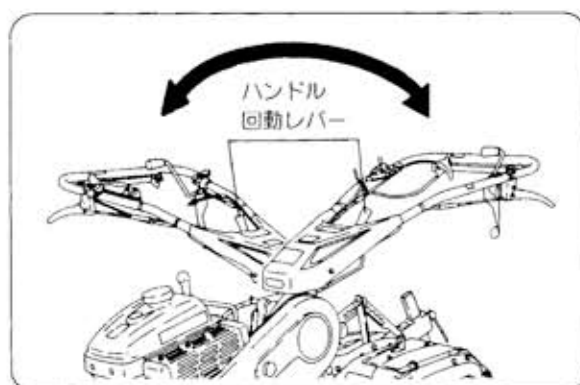

図32
- ① ハンドル回動は、ハンドル回動レバーを下方向に押して（ハンドルを少し持ち上げると楽に動く）左右方向に移動してください。（図32）